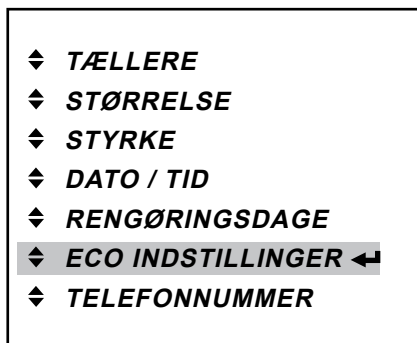

Fig. 38
- Tryk på enter-knappen ↵ for at gå ind i «ECO INDSTILLINGER» menu. (Fig. 38)